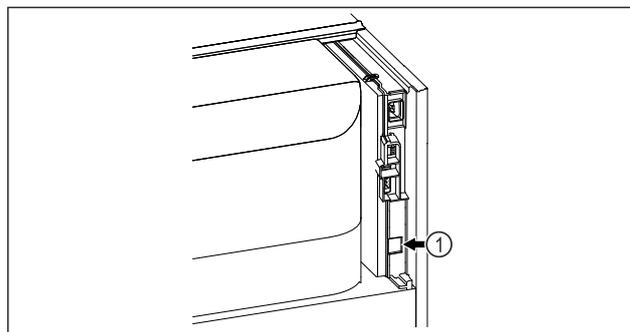

Fig. 90
- SmartModule Fig. 90 (1) è inserito.